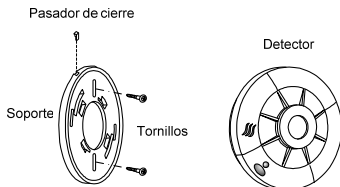

Figura 7: Instalación del detector de humo
Antes de la instalación, lea las secciones de este manual "Selección de la ubicación" y "Donde no instalar los detectores de humo". Para instalar el detector siga los siguientes pasos (ver Figura 7)
- ◆ Quite el pasador de fijación que sujeta el soporte de montaje a la unidad (ver Figura 7).
- ◆ Fije el soporte a la pared con tornillos (incluidos), como se muestra en la Figura 7.
- ◆ La ranura lateral del soporte deberá alinearse con el detector. Presione el detector sobre el soporte y gírelo en sentido horario para fijarlo. Inserte el pasador de fijación para asegurar el soporte al detector (ver Figura 7).